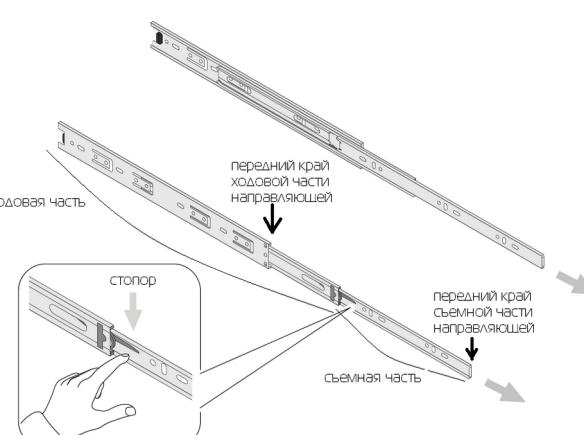

Рис.1 Схема направляющих
1. Прикрепить к боковинам (1,2) подпятники (25) гвоздями 1,6x25 (32) к торцам с нижней стороны на расстоянии 50мм от края.
2. Разъединить ходовую и съемную часть направляющих (27), нажав на пластиковый стопор, аккуратно вынуть съемную часть направляющих (рис.1). Установить при помощи саморезов 3,5x12 (29) ходовую часть направляющих (27) на боковину правую (1) и боковину левую (2) по разметке. Передний край ходовой части направляющей установить вровень с боковинами шкафа (1,2).
4. Соединить задние стенки (6) соединительным профилем (36). Выверить